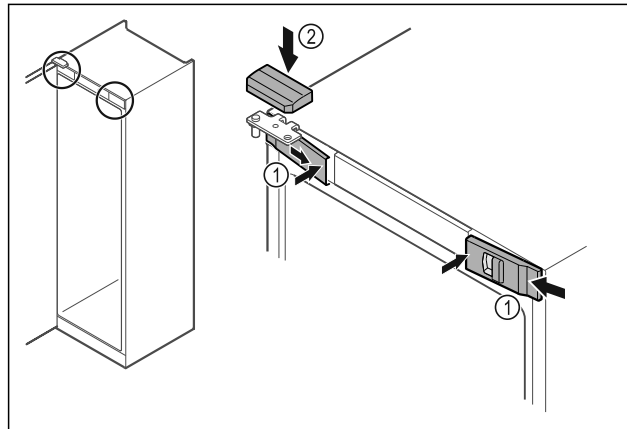

Fig. 47
- ▶ Haka fast skydden fram Fig. 47 (1) på sidan och sätt på dem på insidan.
- ▶ Sätt på det övre skyddet Fig. 47 (2) uppifrån.